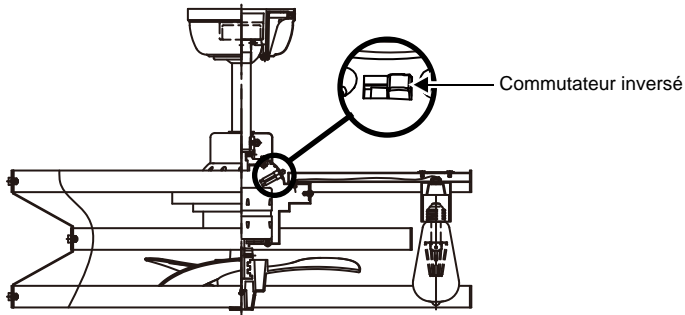

Fig. 21
**REMARQUE:** Ce système de contrôle n'est PAS conçu pour "inverser" la rotation des pales. Pour régler les pales du ventilateur en marche arrière, l'interrupteur à glissière arrière est situé sur la partie supérieure du boîtier du moteur. (Fig. 21)